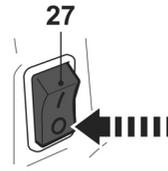

Fig. 26
- > Mettez l'interrupteur [23] sur "O" (arrêt) (Fig. 26).